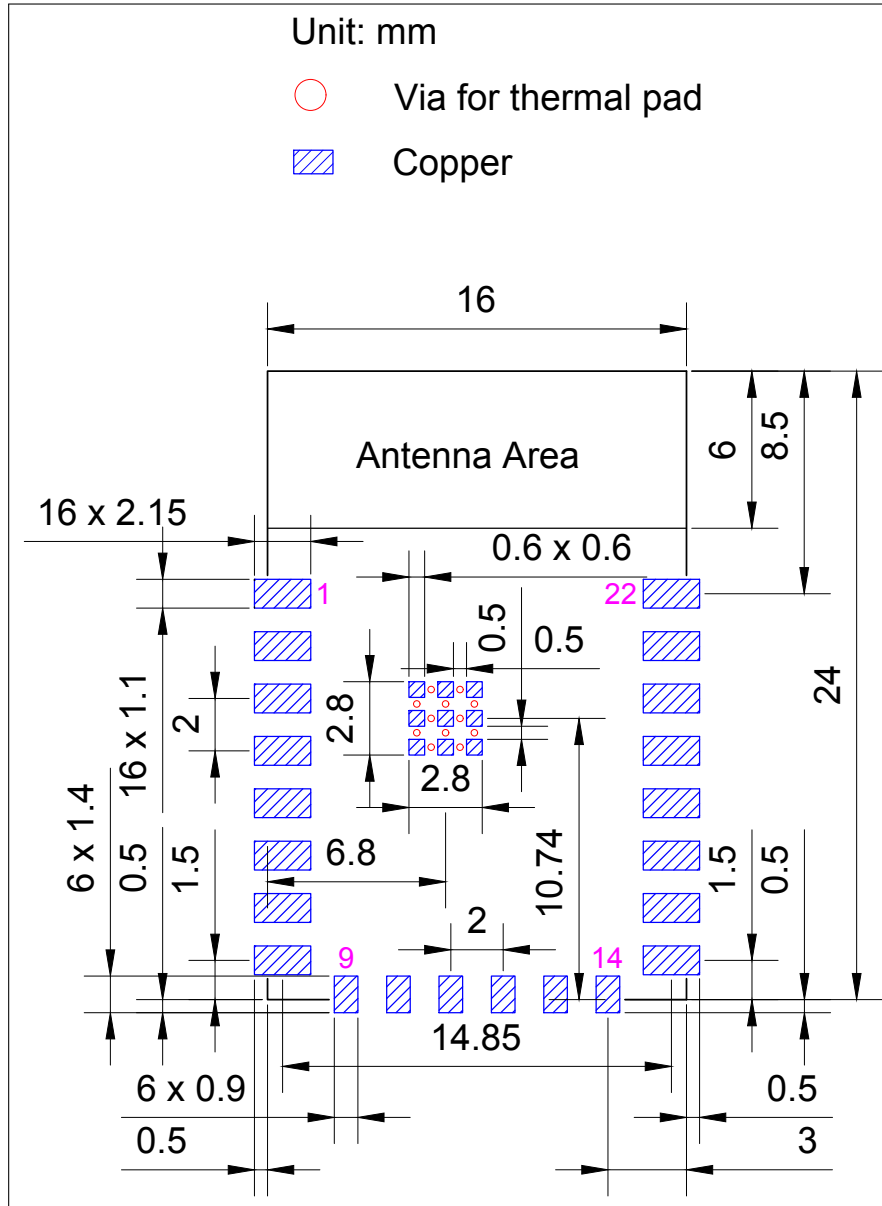

图 11-1. 推荐 PCB 封装图形
- 推荐 PCB 封装图，标有 PCB 设计所需的全部尺寸。详见图 11-1 推荐 PCB 封装图形。
- 推荐 PCB 封装图的源文件，用于测量图 11-1 中未标注的尺寸。您可用 Autodesk Viewer 查看 ESP8685-WROOM-01 的封装图源文件。